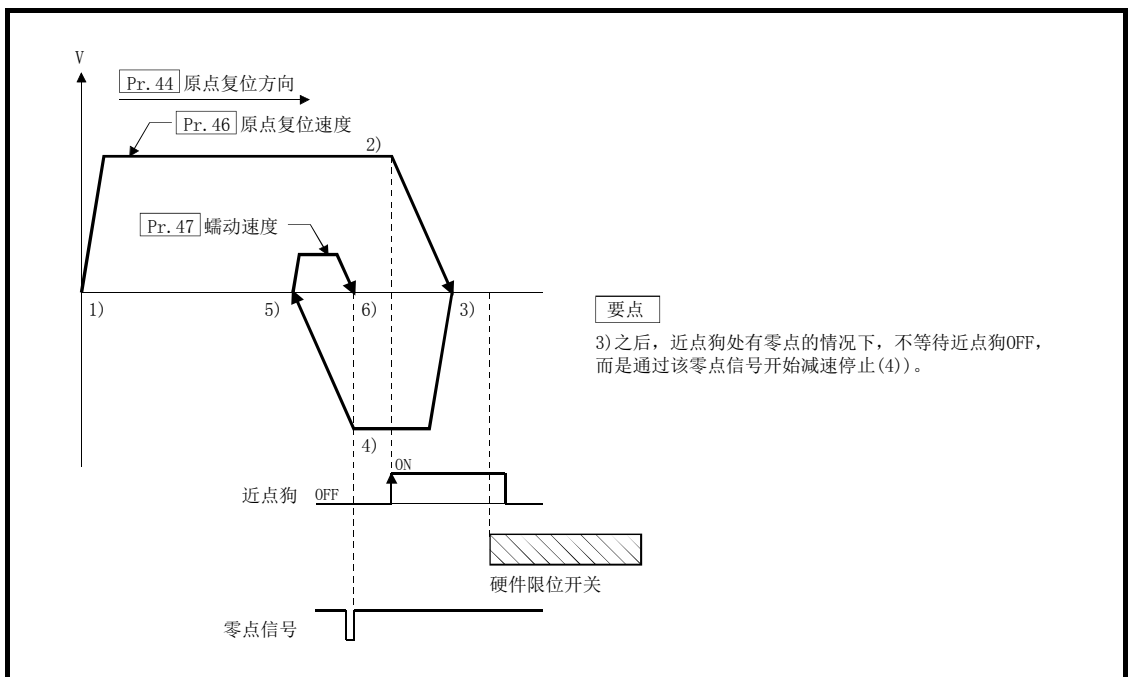

图 8.10 标度原点信号检测式的机械原点复位
- (7) 请勿将标度原点信号检测式原点复位用于有间隙的机械中。
- (8) 使用直接驱动电机时,应设置为在到达图 8.10 的 3)之前,必须通过 Z 相一次。